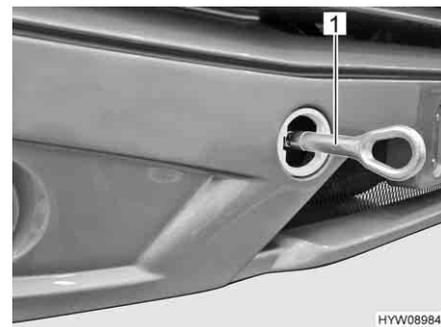

Fig. 39 Occhione di traino (installato)
- Montare l'occhione di traino (Fig. 39,1) come indicato nel manuale di funzionamento del veicolo di base.